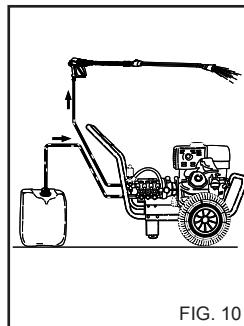

FIG. 10
1) Despues del uso con detergente, aclarar el circuito de aspiración; introducir el tubo de aspiración del detergente (fig. 10) en un bidón de agua limpia y hacer funcionar la bomba durante 1 minuto con el grifo de dosificación completamente abierto y la lanza en fase de suministro de detergente.
- 4) Despues del uso con detergente, aclarar el circuito de aspiración, introducir el tubo de aspiración (fig. 10) del detergente en un bidón de agua limpia y hacer funcionar la bomba durante 1 minuto y la lanza en fase de suministro del detergente.